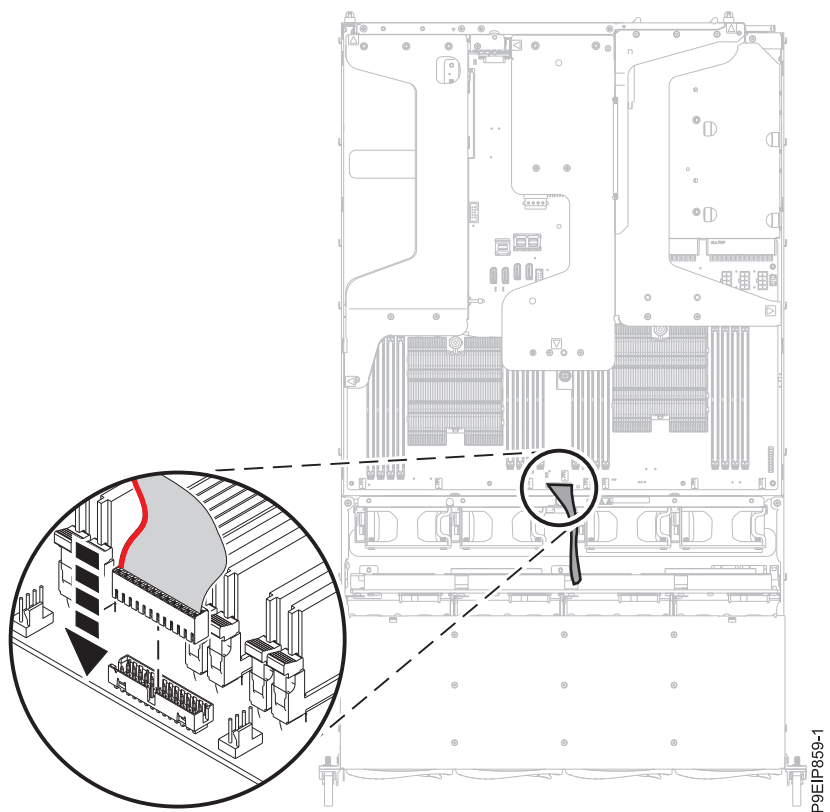

Figure 79. Remise en place du câble du panneau de commande
19. Remettez en place le câble du panneau de commande dans le fond de panier système, comme indiqué dans la figure 79, à la page 73. Si vous vous positionnez face au système, la bande rouge sur le câble doit être sur le côté gauche du connecteur.